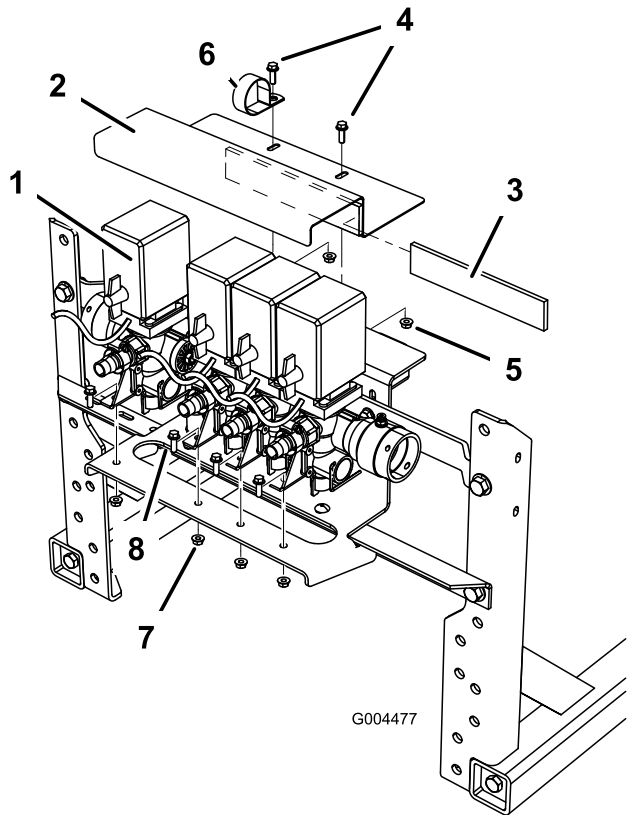

Figura 11
- Sujete el conjunto de las válvulas a la sujeción del soporte de las válvulas utilizando los fijadores que ha retirado previamente (Figura 11).
- Coloque la cinta de espuma en el soporte de válvulas superior (Figura 11).